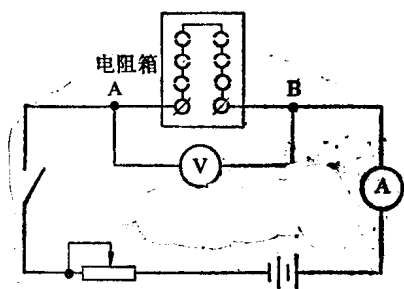

图1·1-1 简单直流电路
(1) 定义 按图1·1-1 接线做实验。若保持电阻箱的电阻 R 值不变, 调节可变电阻以改变 A 、 B 两点间的电压, 便可发现电路中流过的电流 I 与电压 U 成正比, 即